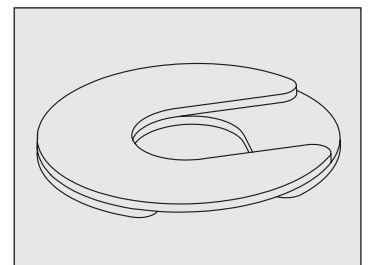

Fig. 10. Instalar varios calzos con ranuras de desplazamiento.
- Si se usa más de una calza, asegúrese de que estén giradas 90° entre sí. Véase la fig. 10.
- **NO** utilice más de cuatro (4) calzas en una misma rueda.